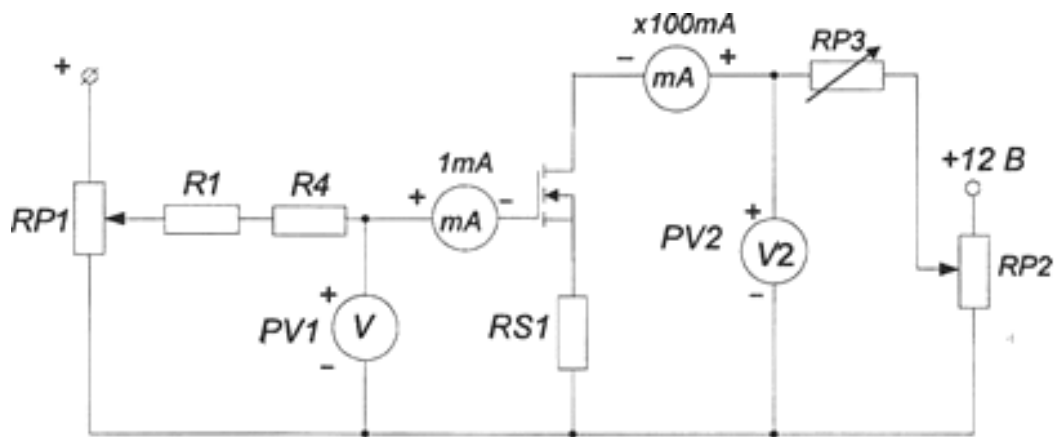

Рисунок 5.1 – Схема для снятия характеристик полевого транзистора
- собрать схему для снятия характеристик полевого транзистора (рис. 5.1).
- снять стокзатворную характеристику $I_c = f(U_3)$ при напряжении на стоке U_c равном заданному значению U_2 и $RP3 = 0$, используя схему на рис. 5.1. Экспериментальные точки здесь и далее записывать в таблицу и наносить на график. Изменяя напряжение на затворе от нуля до максимального значения при помощи потенциометра $RP1$, снять стокзатворную характеристику при отсутствии нагрузки (закороченном $RP3$). При снятии характеристики убедитесь, что ток затвора I_3 мал. На начальном участке характеристики точки снимать чаще;
«GND». Включить питание стенда. При напряжении $U_3 = 0$ установить с помощью потенциометра $RP2$ (см. рис. 5.1) заданное значение « $= U_2$ » и далее не изменять его при всех экспериментах (не трогать ручку потенциометра $RP2$);